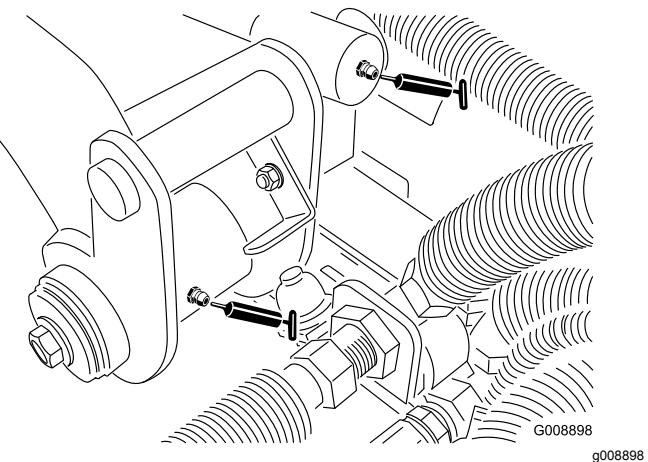

Рисунок 41
- Цилиндр поворота и подъема заднего подъемного рычага (2 места) (Рисунок 41)